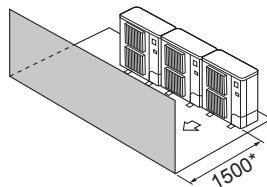

Fig. 2-11
- ③ Окружающие предметы - только спереди (Fig. 2-11)